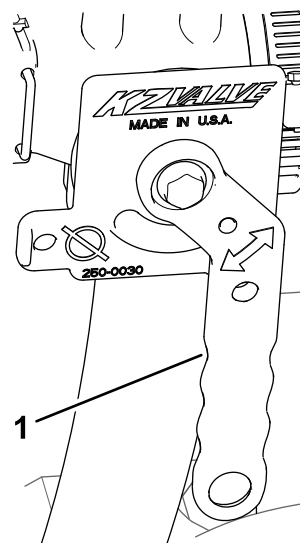

Figure 43
4. Tournez la poignée de la vanne de coupure du mélangeur à la position ouverte (Figure 43).
5. Fermez la vanne de coupure du mélangeur ; voir Figure 43 de Démarrage du mélangeur (page 23).